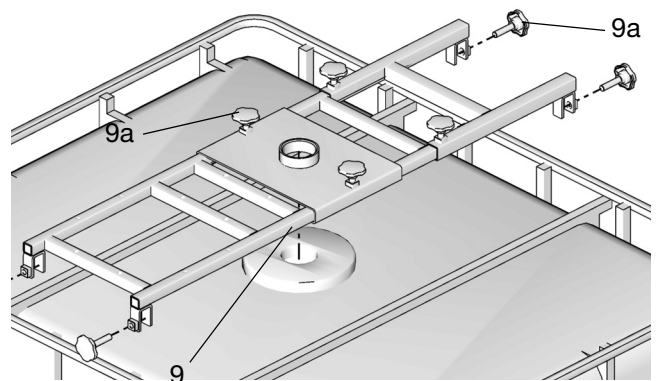

FIG. 8
1. Instale el soporte superior (9) del contenedor IBC en este (FIG. 8).
2. Deslice el soporte superior (9) hacia el centro del contenedor IBC alineando el agujero en el centro del soporte con el agujero en la parte superior del tanque. Asegure el soporte (9) en posición apretando firmemente las 6 perillas (9a) (FIG. 8 y 9).